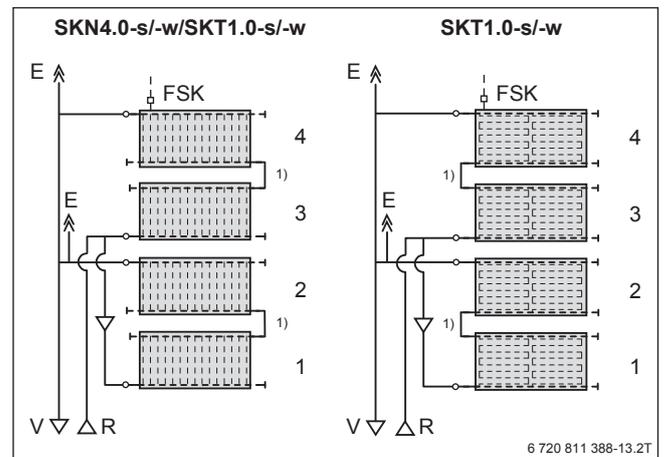

Bild 127 Verschaltung von mehr als 3 waagerechten Kollektoren übereinander
- ▶ Hierzu die 2 unteren Kollektoren (1 + 2) und die 2 oberen Kollektoren (3 + 4) in Reihe verbinden (→ Bild 127).